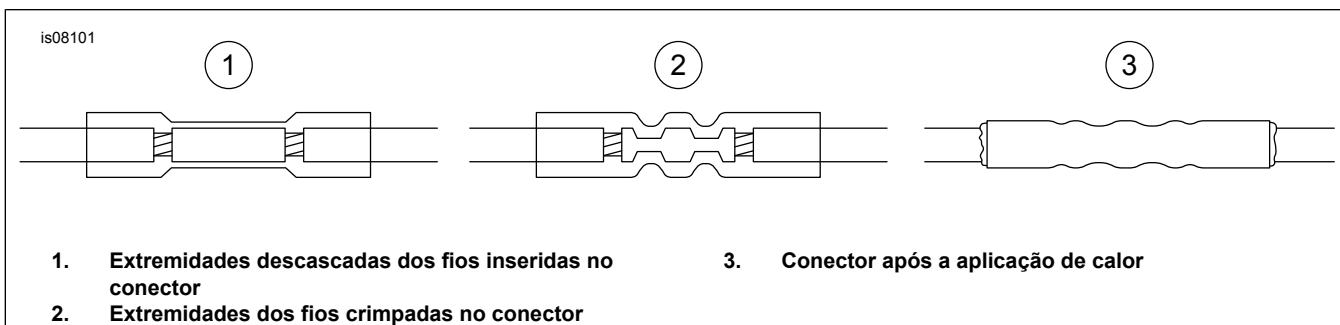

Figura 2. Instalação de conectores da luva de emenda selada
- f. Veja Figura 2 Insira cada extremidade nas extremidades opostas de um conector de luva de emenda.
- h. Veja Figura 2 Usando a ferramenta UltraTorch UT-100 (H-D 39969), a pistola térmica Robinair (H-D 25070) com acessório termorretrátil (HD-41183) ou outro aquecedor radiante, aqueça a emenda crimpada para encapsular a conexão da emenda. Aplique calor do centro do crimp para fora em cada extremidade, até que o material de vedação fundível saia em ambas as extremidades do conector.